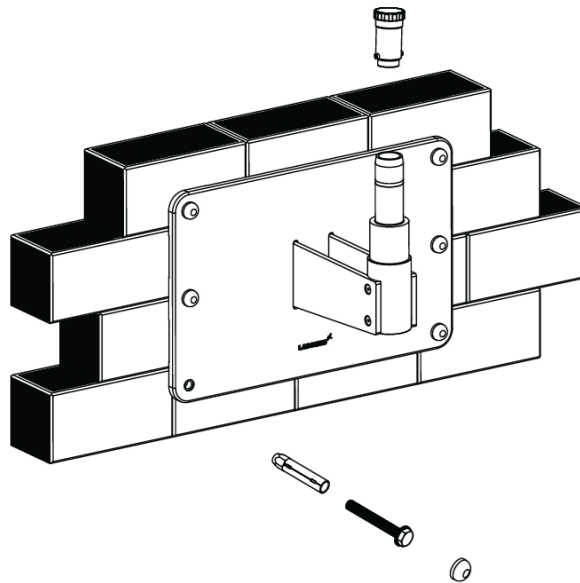

Fig. 23
2. Placez un niveau sur le dessus de la plaque arrière pour vérifier le nivellement horizontal. Voir la figure 23.
3. Utilisez un ensemble douille et cliquet de 17 mm pour desserrer légèrement les six (6) boulons à bascule dans les coins du support mural.
5. Placez un niveau verticalement le long de la face de la plaque arrière, des deux côtés, pour vous assurer qu'il est perpendiculaire au sol. Voir la figure 23
7. Vérifiez l'autre côté et insérez les cales si nécessaire, puis serrez les boulons à bascule. Voir la figure 23.
2. Dévissez le bouchon fileté de l'arbre de montage mural comme indiqué sur la fig.23.